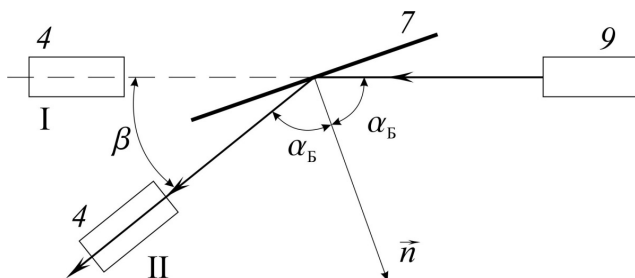

Рис. 19
1. Подготовить гониометр к работе. Совместив нить зрительной трубы с изображением щели, произвести первоначальный отсчет β_0 (рис. 19, положение I).
4. Найти такое положение, когда при вращении анализатора достигается максимальное затемнение изображения щели. Зафиксировать положение зрительной трубы β (рис. 19, положение II). Произвести отсчет β несколько раз (3–5). Найти среднее арифметическое.
На рис. 19 изображено взаимное расположение темного зеркала 7, коллиматора 9 и зрительной трубы 4 при падении света под углом Брюстера. Следовательно,